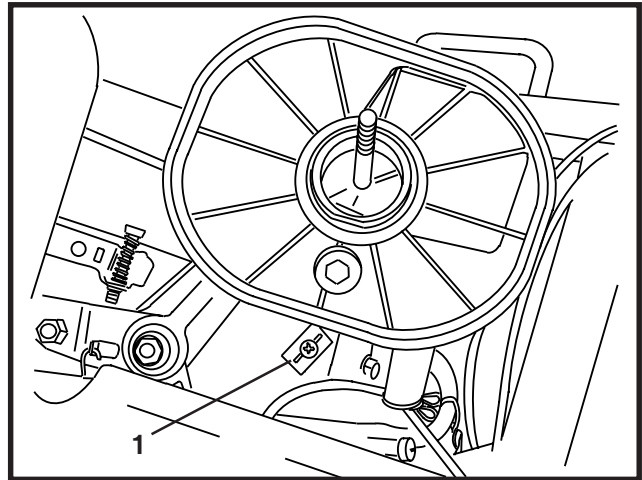

ABBILDUNG 5
1. HAARNADEL (1)
2. CLEVIS-STIFT (1)
9. Den Luftfilter und die doppelte Drahtschelle vom Motor entfernen. Abbildung 5.